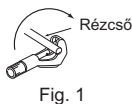

Fig. 1
- Az elvezető tömlőnek az áramlás megkönnyítésére lejtjenie kell. (Fig. 1)
- 1) Fogja össze a hűtőközeg csöveket és az elvezető tömlőt, majd tekerjen rájuk szorosan filcshalagot (4) a végüktől indulva. A filcshalag (4) átfedése a szalag szélességének 1/3-a legyen. A filcshalagot (4) a végénél rögzítse bandázsolással.
- 2) Húzza ki a zárósapkát a beltéri egységből hátul jobb oldalt. (Fig. 1)
- 1) Vágja le méretre csővágóval a rézcsövet. (Fig. 1, 2)